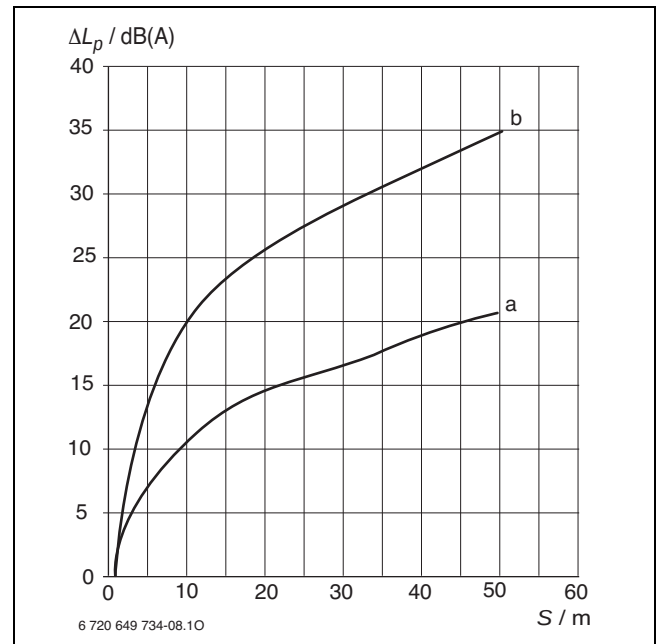

Bild 19 Reduzierung des Schalldruckpegels
In Abhängigkeit von der Entfernung  $S$  zur Schallquelle reduziert sich der Schalldruckpegel um  $\Delta L_p$  nach Bild 19.
- Gemäß Bild 19 ergibt sich daher in einer Umgebung ohne Reflexion (Kurve b) für 16 dB(A) ein Mindestabstand zwischen Fenster und Außeneinheit von 7 m.